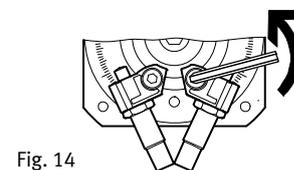

Fig. 14
4. Выкрутите зажимные винты для держателя амортизатора (Fig. 14). Ослабьте зажимные винты держателей амортизаторов настолько, чтобы их можно было свободно двигать.